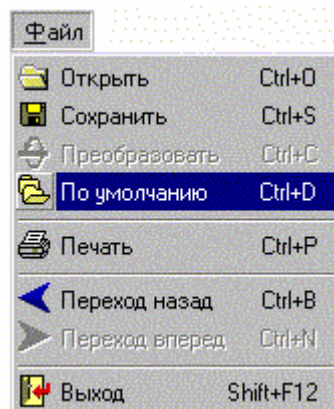

Рис. 4.22. Панель меню «Файл» (Установка конфигурации по умолчанию)
- для этого необходимо выбрать пункт главного меню «Файл\ По умолчанию», для чего: наложить указатель мыши на пункт меню «Файл» и нажать левую клавишу мыши. Откроется панель меню «Файл» (рис. 4.22). Для этого можно нажать сочетание клавиш «Alt + Ф».